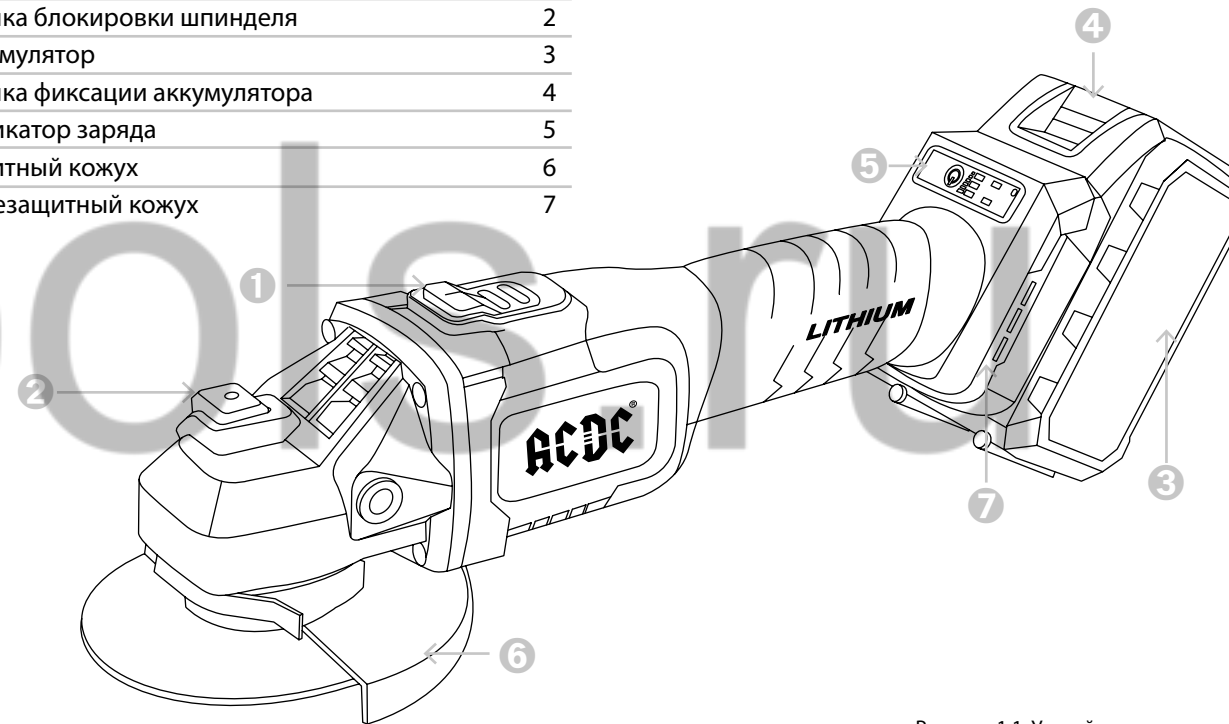

Рисунок 1.1. Устройство инструмента
При включении инструмента индикатор «5» (рисунок 1.1) аккумулятора показывает его оставшегося заряд (рисунок 2.2.2).
③ **ВНИМАНИЕ!** При установке оснастки следуйте указаниям по направлению её вращения.
④ Закрутите наружный фланец «3».
⑤ Заблокируйте шпиндель, нажав кнопку «2» (рисунок 1.1.), и крепко затяните наружный прижимной фланец ключом.
⑥ Для снятия оснастки нажмите кнопку блокировки «2» (рисунок 1.1.) и прилагаемым ключом открутите фланец. Блокировка шпинделя.
ЗАПРЕЩЕНО! Не включайте блокировку «2» (рисунок 1.1) при вращающемся шпинделе. Это может привести к повреждению инструмента. Нажмите на кнопку блокировки для предотвращения вращения шпинделя при установке или снятии оснастки.